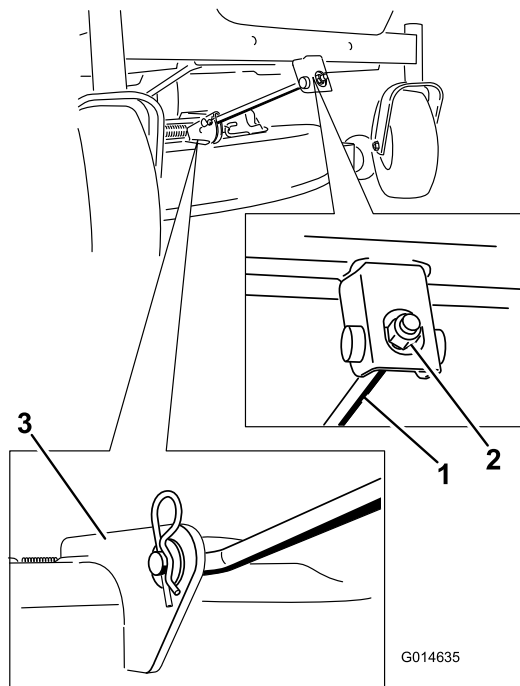

図 69
5. 前サポートロッドについているヘアピンコッターを抜き取り、デッキブラケットからロッドを取り外す 図 69。
8. 前部のサポートロッドをデッキに取り付け、クレビスピンとヘアピンコッターで固定する 図 69。